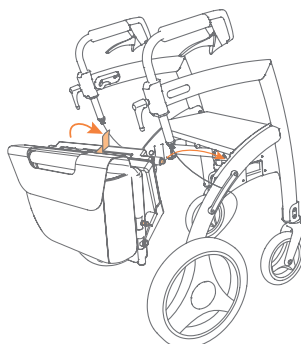
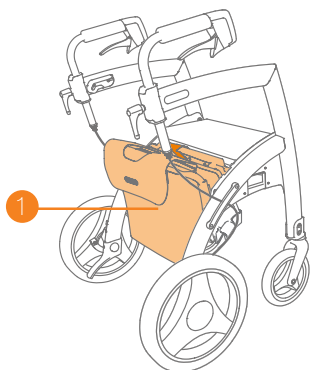

Figura 37: Allegare il pacchetto della sedia da trasporto.
Figura 38: Pacchetto sedia a rotelle allegato.
- c. Posizionare il pacchetto della sedia a rotelle Rollz nelle due tacche dietro il sedile (**Figura 37**) e (**Figura 38**).
- a. Collegare la confezione della sedia a rotelle alla Rollz Motion Electric prima di uscire (**Figura 37**).